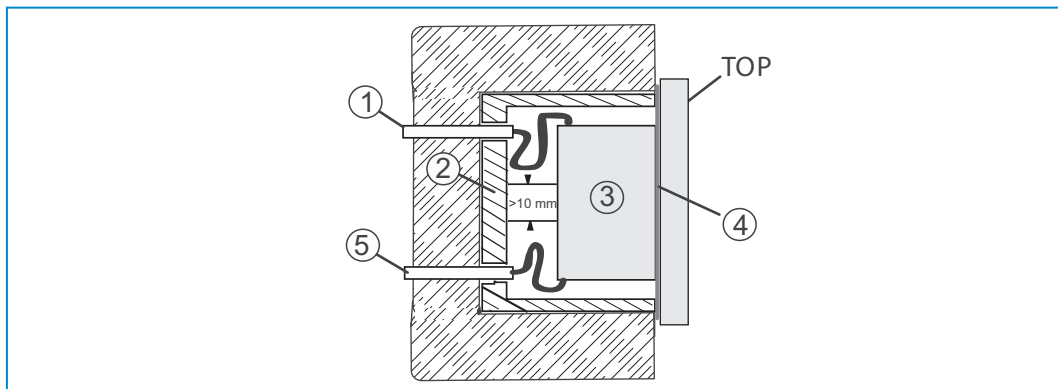

Bild 6: SELV-strömkretsar
- » Vid monteringen ska du skapa en fysisk separation (> 10 mm) mellan SELV-strömkretsen och andra strömkretsar (se Bild 6).